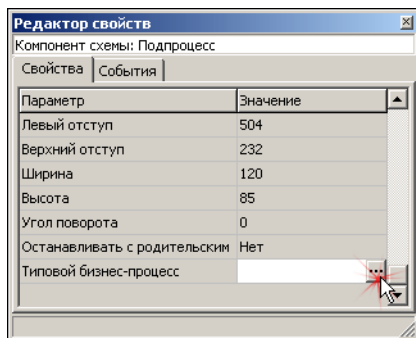
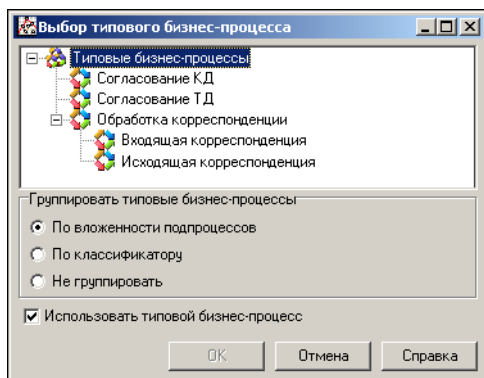

Рис. 4.35.
Рис. 4.36.
2. На панели **Редактор свойств** щелкните мышью в ячейке со значением параметра **Типовой бизнес-процесс** и нажмите кнопку выбора значения параметра (рис. 4.35). Откроется окно **Выбор типового бизнес-процесса** (рис. 4.36). В нем показан список типовых бизнес-процессов, **разрешенных к использованию** (разрешение дается в модуле *ЛОЦМАН WorkFlow Конфигуратор*).